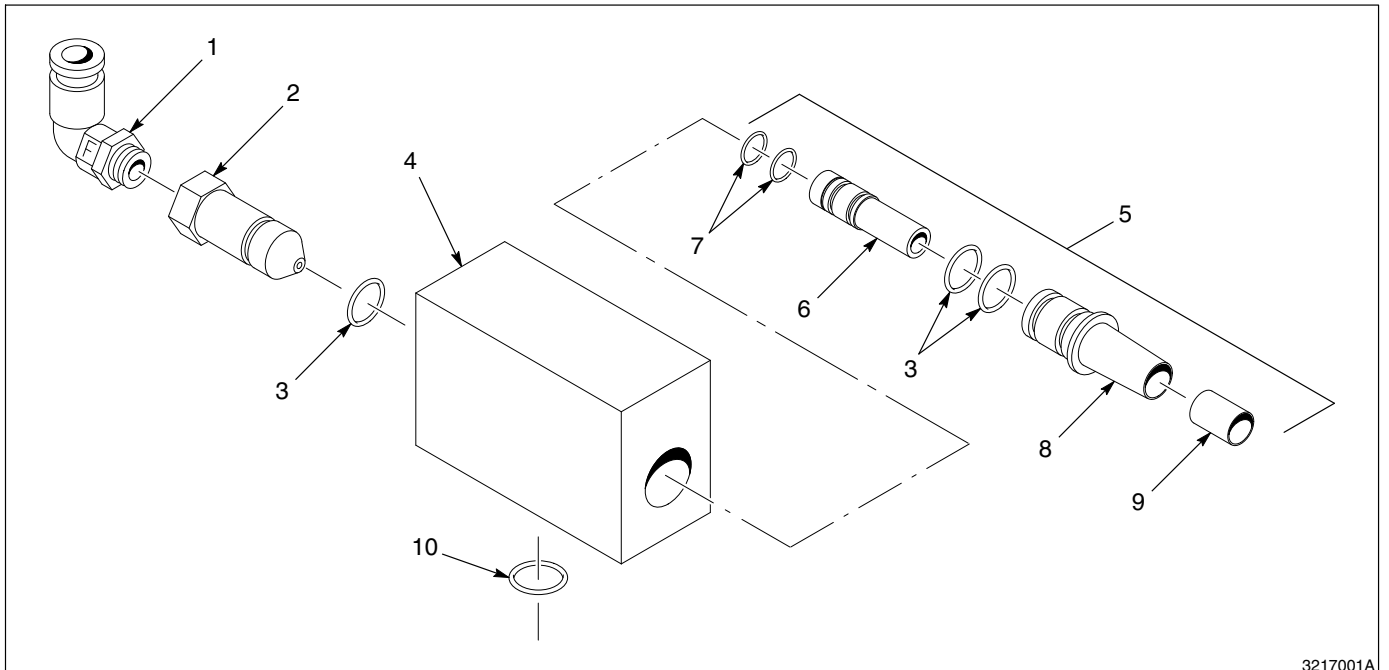

Bild 1 Transferpump för pulver
1. Se bild 1. Sätt fast pumpen på en adapter. Vrid pumpen lite när man fäster den på adaptorn.
2. Anslut $1/2$ -tums luftslang från en reglerad tryckluftskälla till den vinklade luftingången (1).
3. Anslut 19-mm ($3/4$ -tums) transferslangen för pulver till hållaren på dess mynning (8) och fäst slangen med en slangklämma.
Se bild 1. Använd följande lista för att beställa reservdelar till transferpumpen.